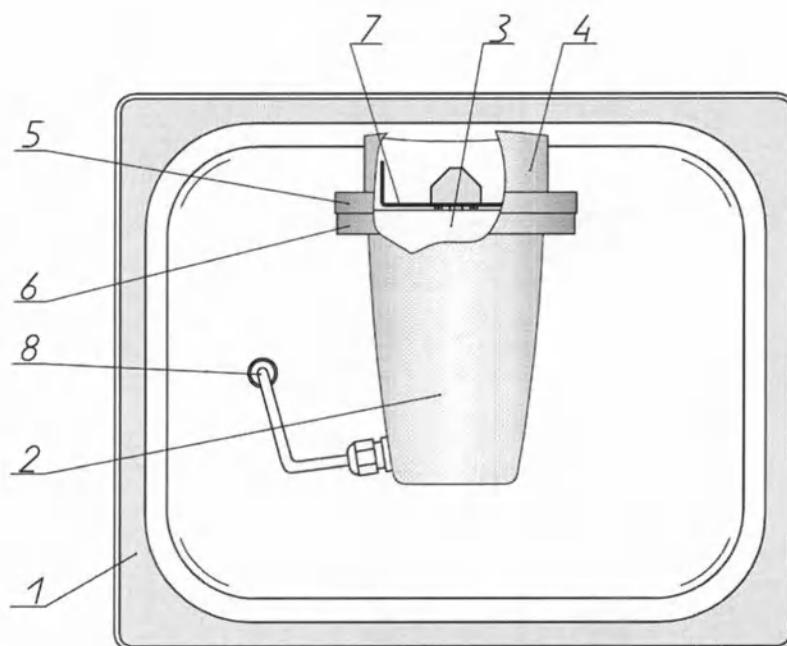

Рис. 4. Блок измельчения
2.1.4. Внутри рабочей камеры находится блок измельчения (рис. 4), состоящий из трубы опорной 4 с кольцом магнитным 5 и подвешенного к ним узла измельчения (2, 3, 6, 7). Узел измельчения представляет собой стакан 2 с расположенным в нем электродвигателем 3. На валу электродвигателя закреплен нож 7 специальной формы. Стакан 2 присоединяется к трубе опорной при помощи кольца 6.
2.3.1. Аппарат измельчает засыпанный в верхнюю (открытую) часть стакана 1 (рис. 4) препарат хлорида натрия. Из зоны измельчения (верхняя часть стакана 1 и нижняя часть трубы опорной 3) полидисперсный аэрозоль поступает в воздуховодный тракт, где отделяется грубая фракция. После отделения грубой фракции тонкодисперсный аэрозоль под действием потока воздуха от электроventилятора подается в лечебное помещение.
6.2. Вынуть штекер шнура питания электродвигателя из гнезда разъема 8 (рис. 4).
6.3. Снять узел измельчения (рис. 4) с опорной трубы 4, для чего потянуть его вниз, одновременно поворачивая вправо или влево, до выхода верхней кромки стакана из трубы (стакан крепится в опорной трубе с помощью постоянных магнитов).
6.6. Отмерить с помощью мерной емкости препарат соли в количестве 40 ± 5 мл, подготовленный в соответствии с п. 6.4, и аккуратно засыпать его в верхнюю (открытую) часть стакана 1 узла измельчения (рис. 4).
6.7. Установить узел измельчения в отверстие трубы опорной 4 (рис. 4) и поднять его вверх до упора. Поворачивая узел измельчения вокруг оси вправо или влево, найти положение, в котором узел измельчения притягивается наиболее сильно.
6.8. Вставить штекер шнура питания электродвигателя в гнездо разъема 8 (рис. 4).